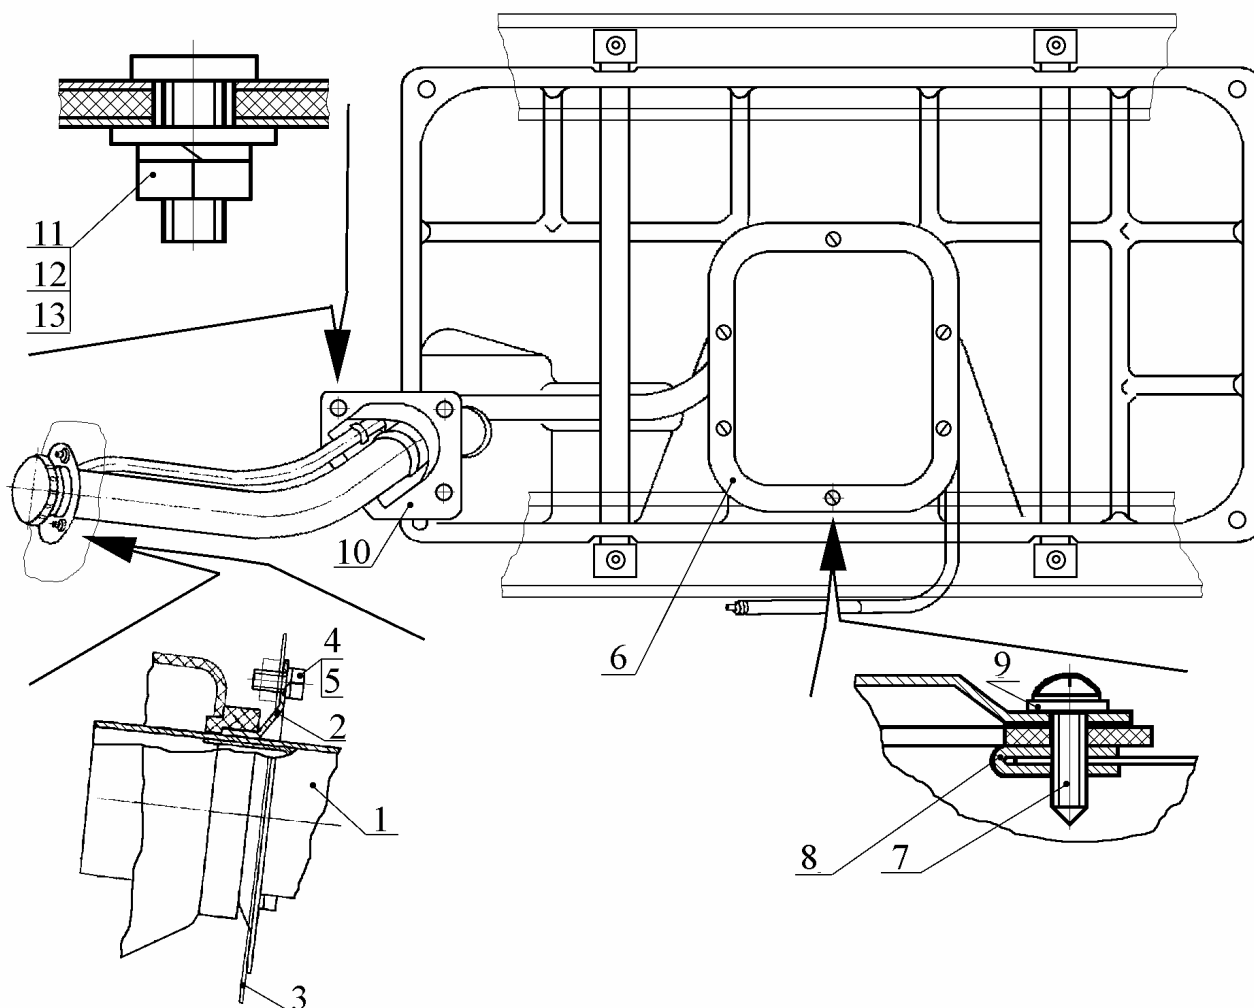

Рис. 5. Снятие крышки люка и отсоединение прокладки трубы наливной от пола багажника:
4.5. Отсоединить фланец 2 (рис. 5) трубы 1 наливной от правого заднего крыла 3, отвинтив и сняв три болта 4, три шайбы пружинных 5.